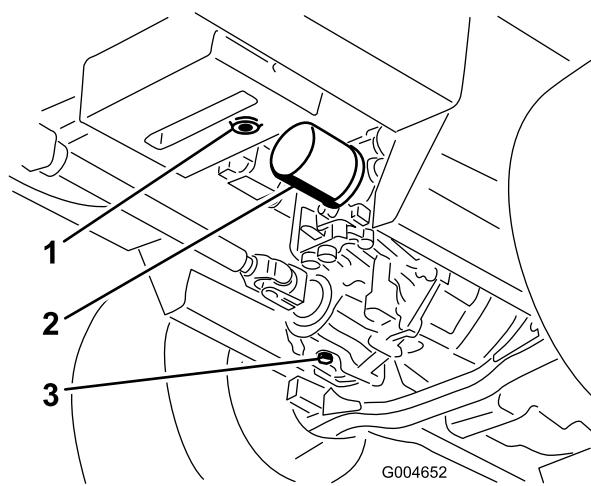

Figura 64
- 4. Pulite attorno al filtro dell'olio idraulico e rimuovete il filtro (Figura 64).
3. Mettete una bacinella grande sotto il serbatoio idraulico e la scatola della trasmissione, togliete i tappi e lasciate defluire tutto il fluido idraulico (Figura 64).